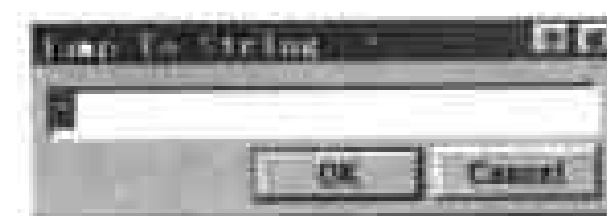

图 7-60 指定跳转的目标文字
- String 命令——选择此命令,即弹出如图 7-60 所示的对话框。在该对话框的输入框中指定跳转操作的目标文字,包括元件名称、元件序号、文字标注等,然后单击 OK 命令按钮,立即跳转到用户指定的目标文字上。